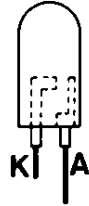

Abb. 43
5. Die fünf Leuchtdioden (LED) kommen in das Atom-symbol (zwei Ellipsen oberhalb von IC). Dabei muß der Katodenanschluß (kurzer Anschlußdraht, siehe Abb. 43) durch das mit einem Kreis versehene Loch gesteckt werden.